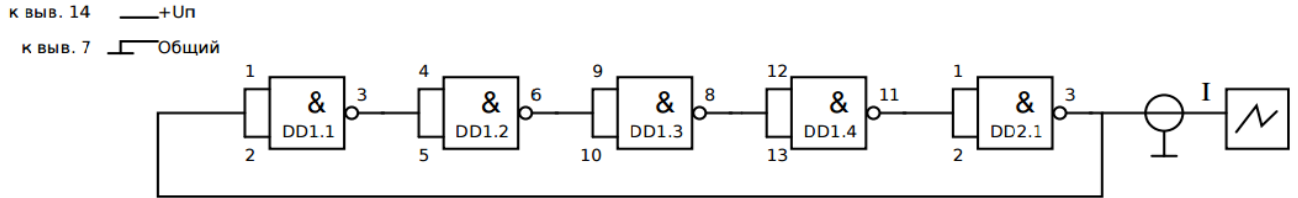
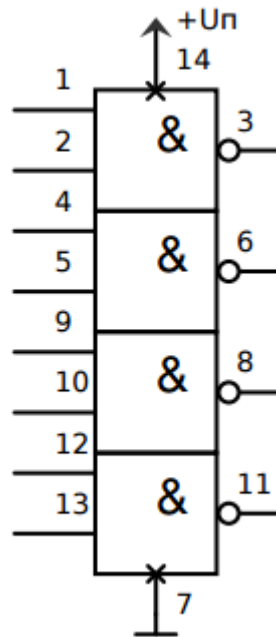

Рисунок 8 – Схема для определения задержки распространения сигнала
Рисунок 9 – Условно графическое обозначение К155ЛА3
**Задание по работе:** Собрать схему (рисунок 8) на макетной плате используя микросхему К155ЛА3 (рисунок 9), поочередно подать на первый